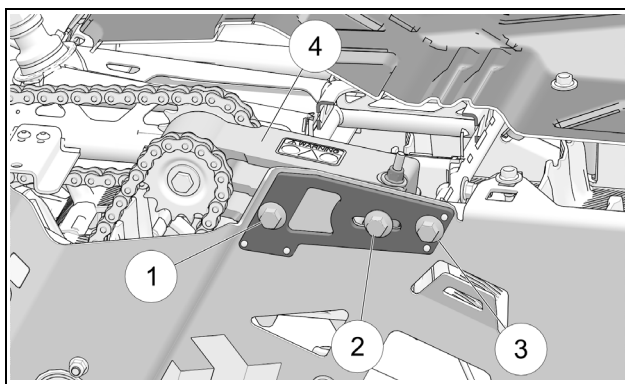

Figure 7
- Desserrer les boulons de fixation (1), (2) et (3) du panneau latéral droit pour permettre au tendeur de chaînes (4) de pivoter sur son axe. Voir la Figure 7.